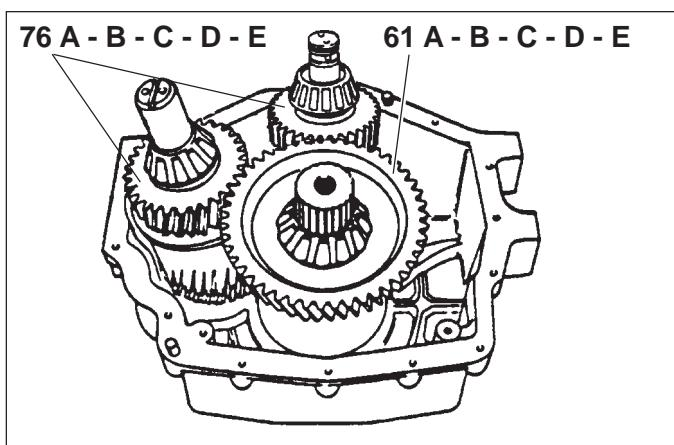

Fig. 34
- 5) Introdurre l'albero di uscita (61B-61C-61D-61E) (Fig. 34).
- 5) Put in the output shaft (61A-61B-61C-61D-61E) (Fig. 34).